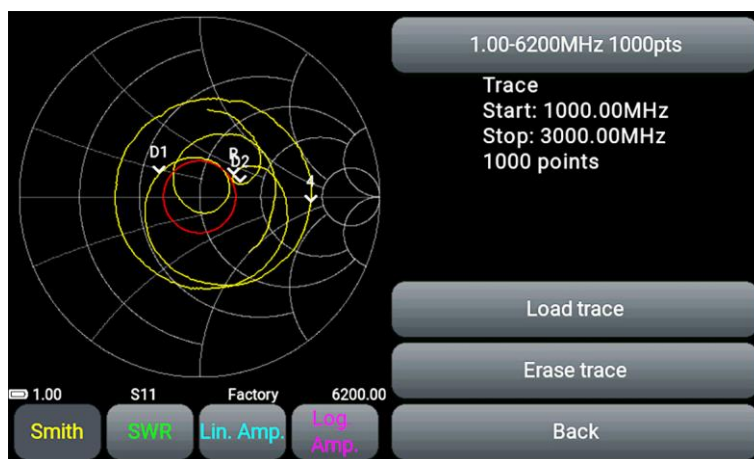

Рисунок 9.27 – Меню работы с сохранёнными трассами
9.13.3. Нажав на кнопку с сохранённой трассой, пользователь может загрузить трассу **Load trace** или удалить трассу **Erase trace** (Рисунок 9.27).